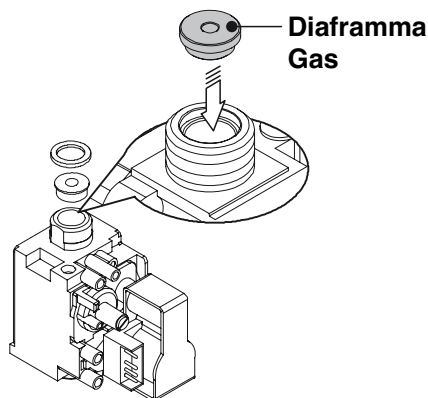

Figura 8.3
- Eseguire la trasformazione del tipo di gas sostituendo correttamente il diaframma gas Figura 8.3, facendo riferimento alla sezione "Dati tecnici T110.32CB/.." a pag. 26.